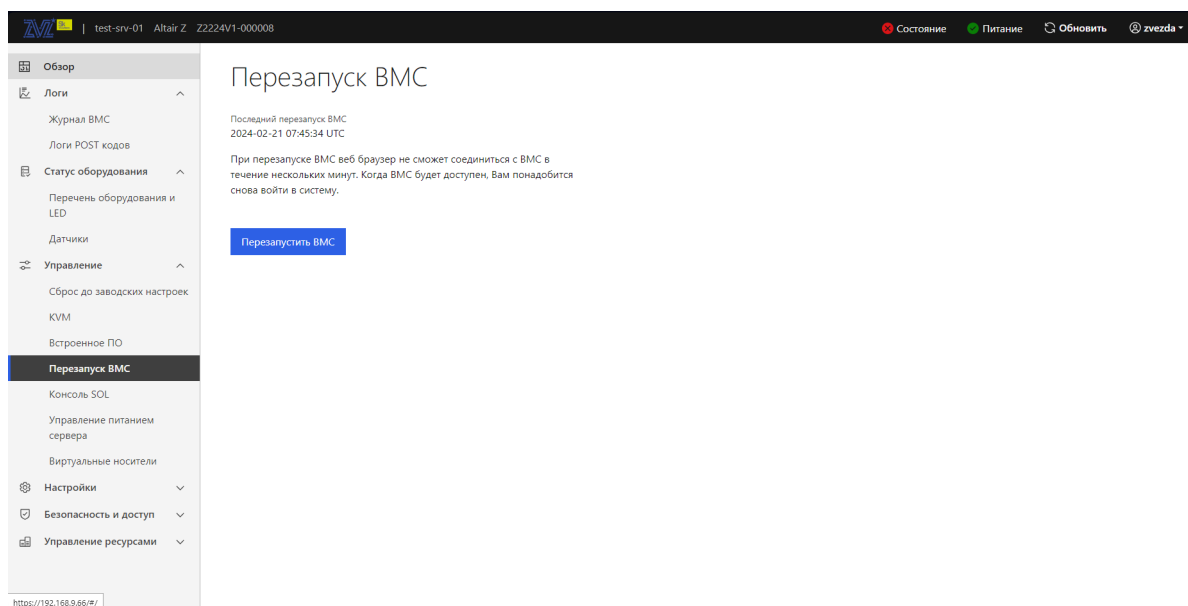

Рис. 84. Окно «Перезапуск BMC»
- 4) Пройдите во вкладку «Управление» → «Перезапуск BMC» в данной вкладке осуществляется перезапуск BMC. Нажмите на кнопку «Перезапустить BMC» для перезапуска BMC. Окно показано на рис. 84 Окно «Перезапуск BMC»